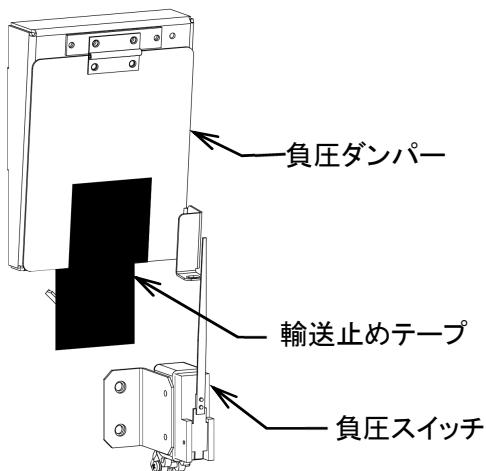

図4-6
- 1) 機械後部にある負圧ダンパーの輸送止めテープを外します。(図4-6)